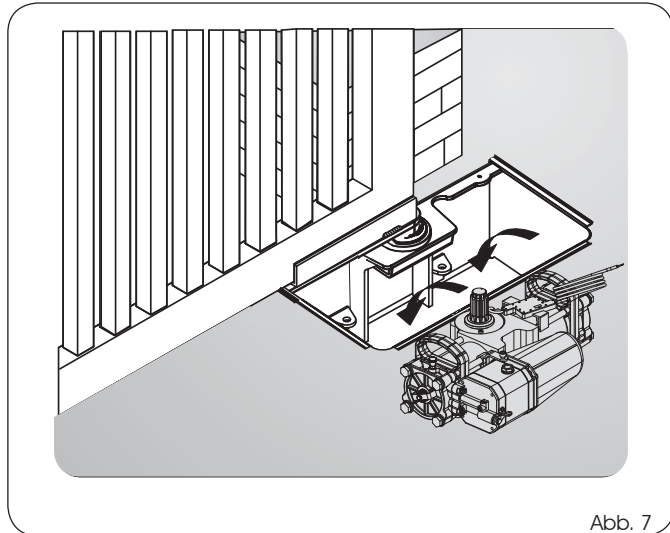
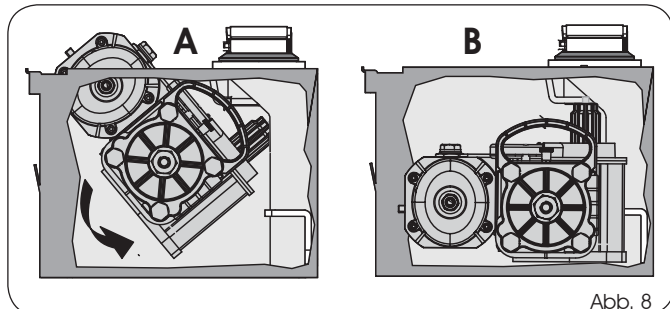

Abb. 7
Abb. 8
- 8) Den Antrieb mithilfe der entsprechenden Griffe in das Gehäuse einsetzen (Abb. 7) und wie in Abb. 8 A-B gezeigt positionieren.